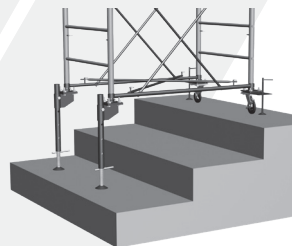

рис. 7
- Далее продолжать сборку, как рекомендует-ся в п. 5, (в данном случае стабилизаторы (9) в стандартный комплект не входят) (рис. 7).